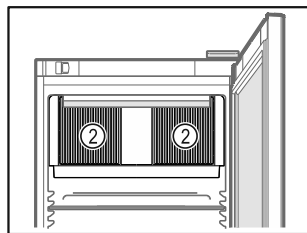

Fig. 76
- Не закрывайте вентиляционную щель Fig. 76 (2) вентилятора циркуляционного воздуха во внутренней камере.